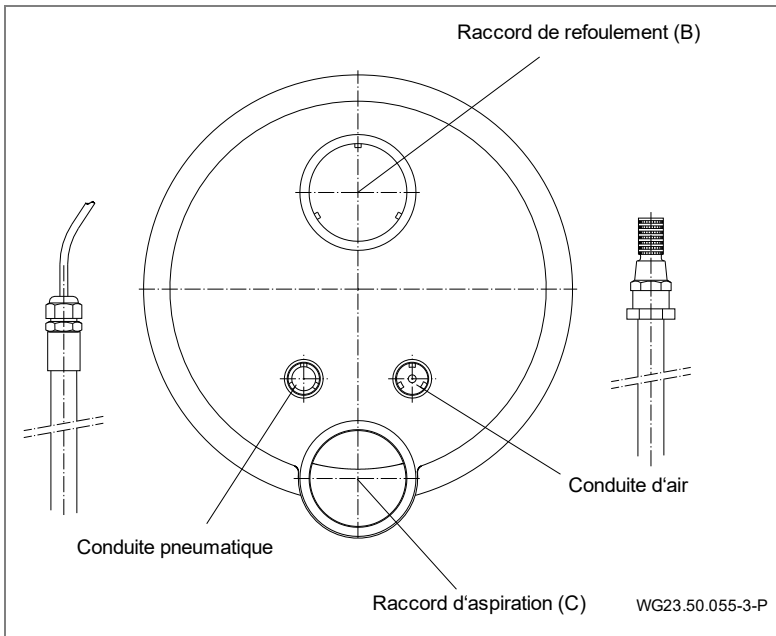

Fig. 15
1. Coller la gaine de protection des câbles et de la gaine de la conduite d'air. Voir "Fig. 15", page 30
2. Appliquer le boîtier des buses (102.1) sur le boîtier de montage (1).
3. Faire passer le flexible pneumatique à travers la gaine de protection puis l'étancher à l'aide du passe-câble (20).
4. Fixer la conduite d'air à l'aide de la pince (8) sur le régulateur d'air (21) monté en usine.
5. Fixer le boîtier des buses (102.1) à l'aide de quatre vis taraudeuses ( ) sur le boîtier de montage (1).
6. Côté aspiration et côté refoulement, raccorder la pompe Jet (92) avec le demi-vissage (98, 99, 100), l'équerre en caoutchouc (79) et les pinces assorties (75) sur le boîtier de montage (1).